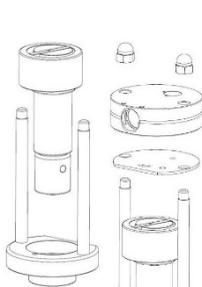

Abb. 21
- Ziehen Sie mit einer Drehbewegung den Saugkorb vom Saugrohr ab. (Abb. 21)
- Drehen Sie mit dem Steckschlüssel die Hutmuttern vom Ventilkopf ab. (Abb. 21)
- Heben Sie den Ventilkopf und die Steuerscheibe heraus und ziehen Sie die Pumpe heraus. (Abb. 21)